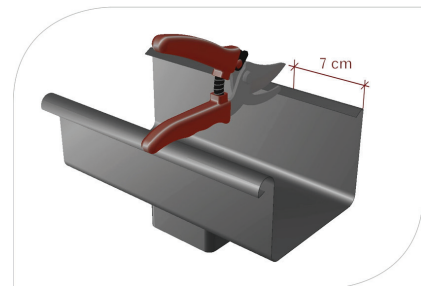
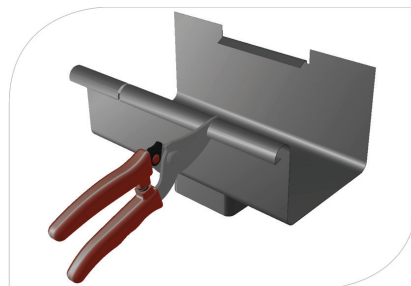
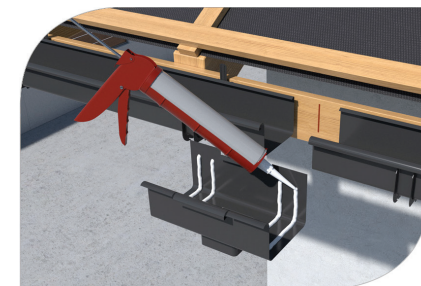

рис. 12
рис. 13
рис. 15
3.8 Вставьте желоба в кронштейны слева и справа от места, где планируется установка воронки. Расстояние между желобами в воронке должно быть около 11 см. Желоба должны вставляться в воронку на 7 см. Для этого следует надрезать заднюю кромку воронки на ширину 7 см (рис. 12), справа и слева, затем отогнуть надрезанные части воронки вверх. Далее следует отмерить по 7 см справа и слева на передней кромке воронки, сделать надрезы (рис. 13). На внутреннюю часть воронки наносим клей для стали и склеиваем с желобами (рис. 15, 16). Задними 7 см лепестками воронки закрепляем воронку с желобами, прижимаем склеенные места